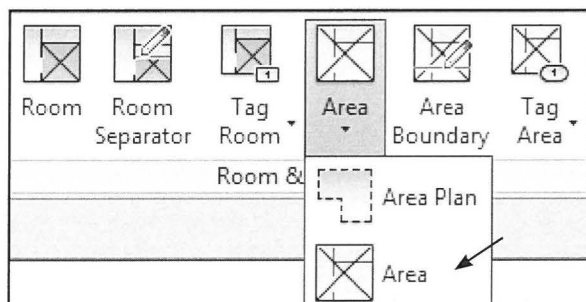

Fig. 11.22. Vælg nu Area.
- Vælg derefter *Architecture - Area - Area* (Fig. 11.22).